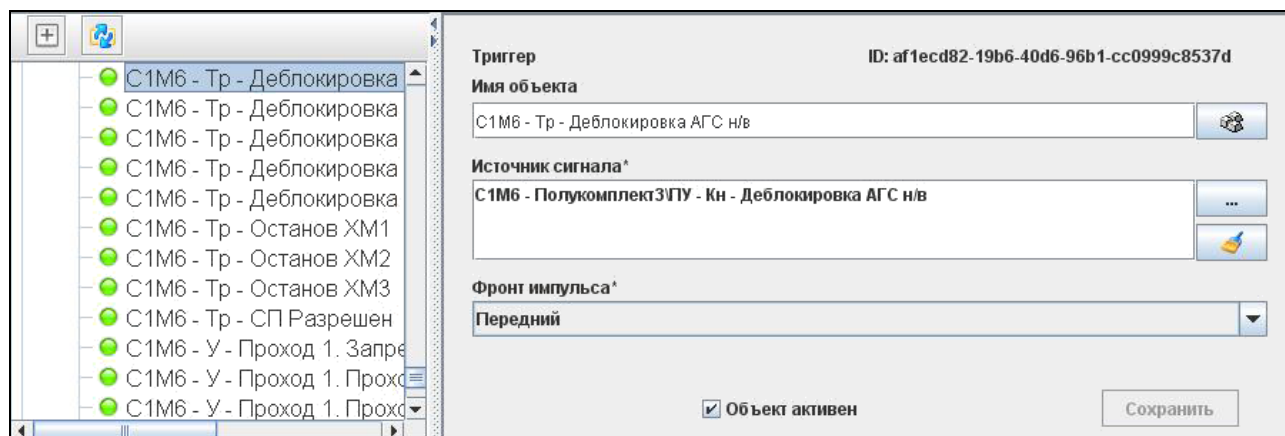

Рисунок 41 — Элемент «Триггер»
3.10.15.1. Является дискретным устройством. Меняет свое состояние при получении события «Включен» или «Выключен» от другого дискретного устройства (рис. 41).